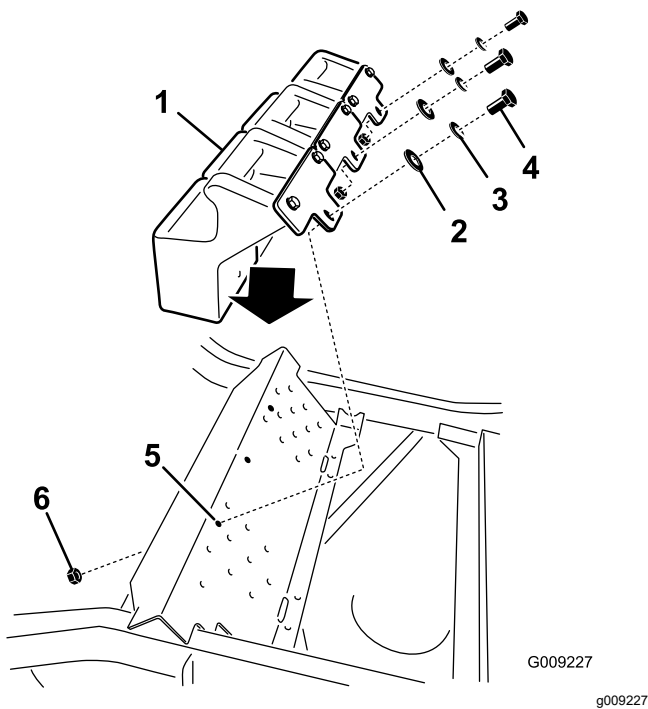

Figura 33
5. Instale los contrapesos delanteros encima del reposapiés (Figura 33).
6. Sujete los pesos delanteros encima del reposapiés y al soporte de montaje de los pesos con 6 pernos ($\frac{3}{8}$ " x 1"), 6 arandelas de freno ($\frac{3}{8}$ "), 3 tuercas con arandela prensada (arandela pequeña – $\frac{3}{8}$ ") y 6 arandelas planas ($\frac{3}{8}$ "), según se muestra en Figura 33.